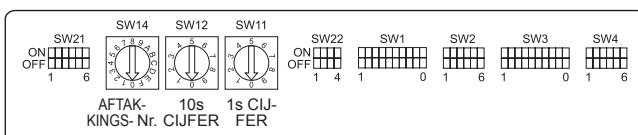

Fig. 4-9
4.5. De aansluitadressen instellen (Fig. 4-9)